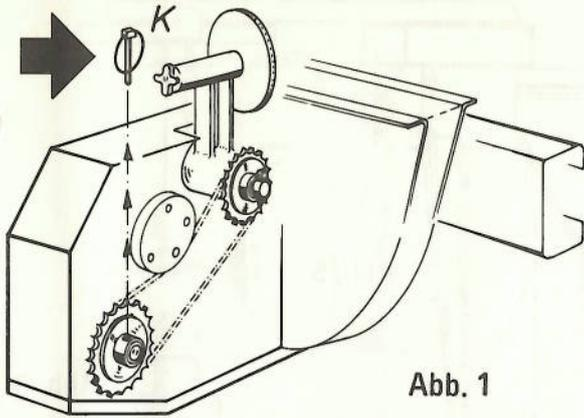

Abb. 1
9. Beim Entleeren des angehängten Wagens über den Zapf- wellendurchtrieb muß der Einzug des Häcksler abgeschal- tet sein. Es muß nur der Klappstecker „K“ am unteren Kettenrad (Abb. 1) herausgezogen werden.